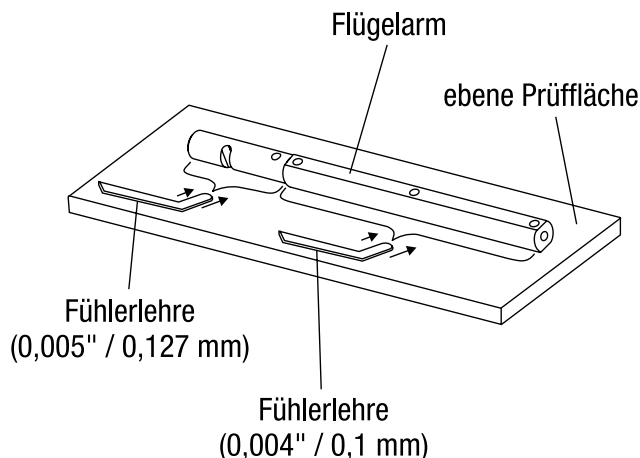

Abb. 43. Prüfen der Ebenheit der Flügelarme
2. Zum Prüfen der sechs Seiten des Flügelarms (Sechskantabschnitt) eine 0,004"-Fühlerlehre (0,1 mm) verwenden: Diese darf an keiner Stelle zwischen die aufliegende Flügelarmfläche und die Prüffläche passen (Abb. 43).